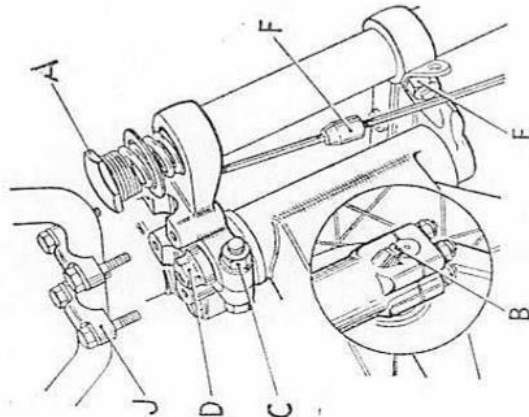

Fig. 29.
Le seul entretien que les fourches avant exigent est le renouvellement de l'huile à intervalles réguliers (voir "Entretien courant", page 13). Desserrer d'abord les pinces de guidon (J) et extraire le guidon de l'étrier (Fig. 29).
Dévisser les écrous (A) Fig. 29 et les bouchons de vidange à l'extrémité inférieure des éléments coulissants de fourche comme indiqué en (B). Laisser toute l'huile s'écouler, puis, en chevauchant la machine debout, serrer le frein avant et appuyer sur les fourches à quelques reprises pour chasser toute huile qui reste dans le système.
Desserer l'écrou de serrage (C) Fig. 29, puis serrer doucement l'écrou à chapeau (D) sous le guidon jusqu'à ce qu'il ne reste qu'une légère trace de jeu. Saisir le guidon légèrement et le faire tourner lentement. La direction doit être libre et les fourches doivent présenter une rotation régulière. Si le mouvement est brusque, ceci indique que le réglage est trop serré ou que les roulements sont endommagés. Lorsque le réglage est correct, serrer l'écrou de serrage (C). Les réglages recommandés pour la clé dynamométrique sont: écrou à chapeau (A), 7-7,5 kg/m; boulons de serrage (E), 3,2-3,5 kg/m.